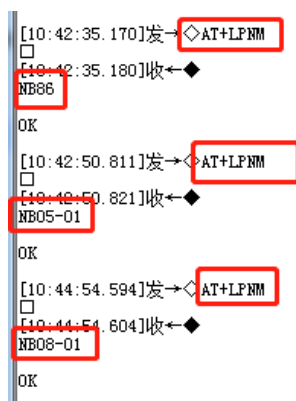

图 3-6 模组型号读取图
- 模组的型号可由“AT+LPM”读出来，再根据模组型号选择合适固件如图 3-6。